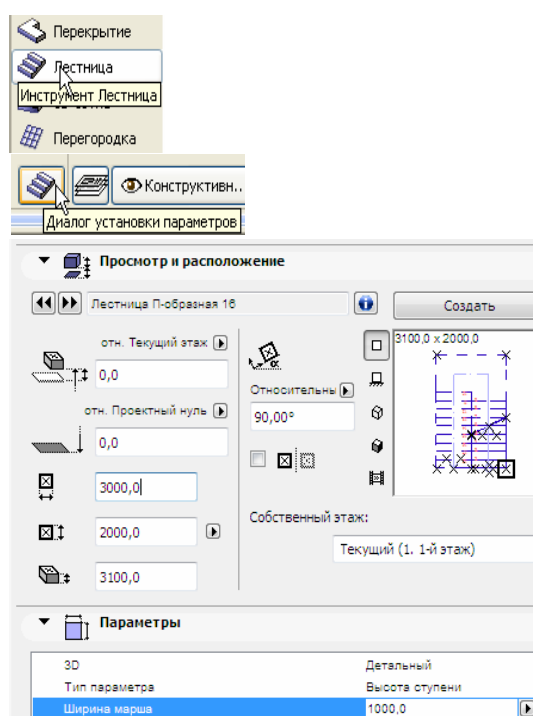

Рис. 81
4. Откройте **Диалог установки параметров** лестницы щелчком на одноименной кнопке в информационном табло (рис. 81). Объекты, лестницы, окна/двери и некоторые другие элементы имеют похожие диалоговые окна установки их параметров (так как все они являются библиотечными элементами).